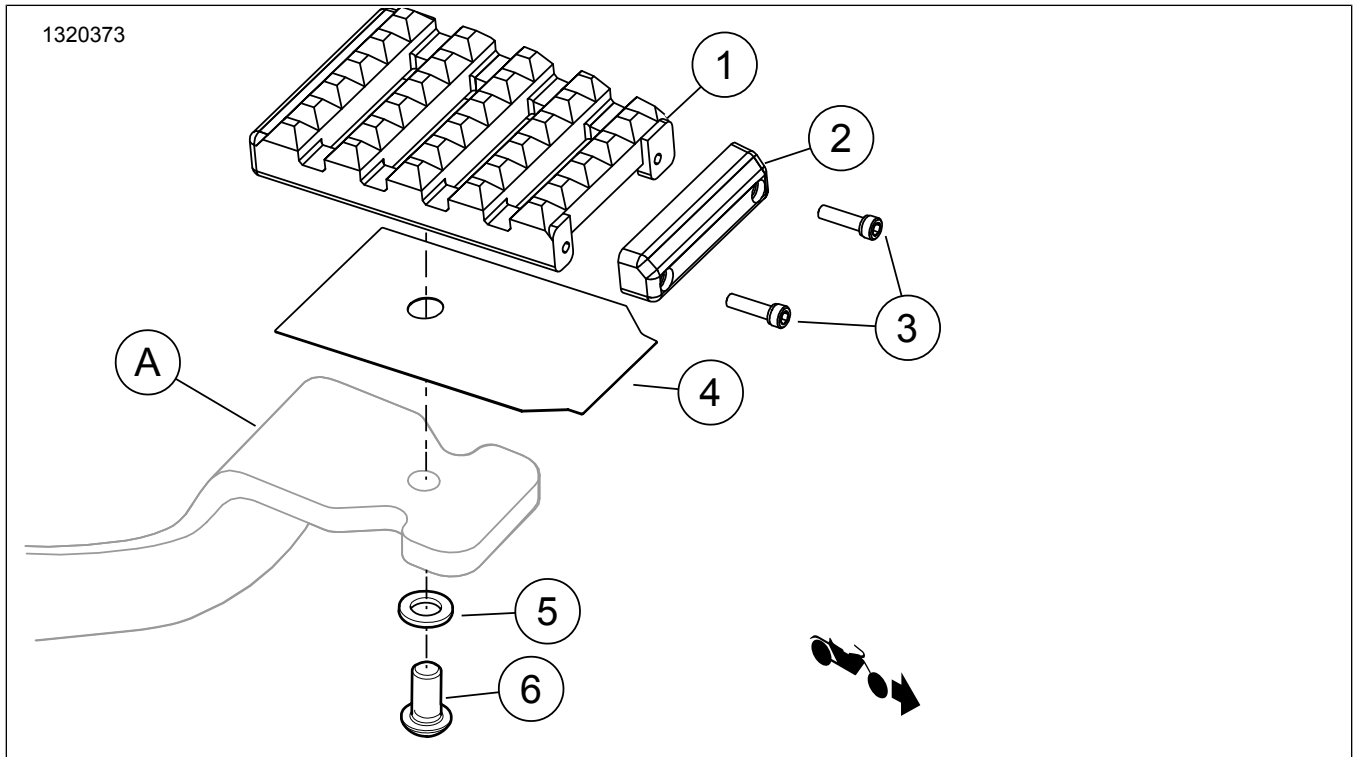

Figura 1. Contenido del kit: Componentes de la almohadilla del pedal del freno
1. Vea Figura 1 . Alinee y deslice la **nueva** almohadilla del pedal del freno (1) y el inserto (4) sobre el extremo de la palanca del freno de pie (A).
2. Monte la arandela corriente (5) y el tornillo (6).
3. Enrosque el tornillo (6) a través del orificio en la palanca del freno de pie (A) y en la parte trasera de la almohadilla del pedal del freno (1). Ajuste.
1. Vea Figura 1 . Quite los tornillos (3).
2. Reemplace el embellecedor o el taco de desgaste (2), según corresponda.
3. Aplique una gota de fijatornillos a los tornillos (3).